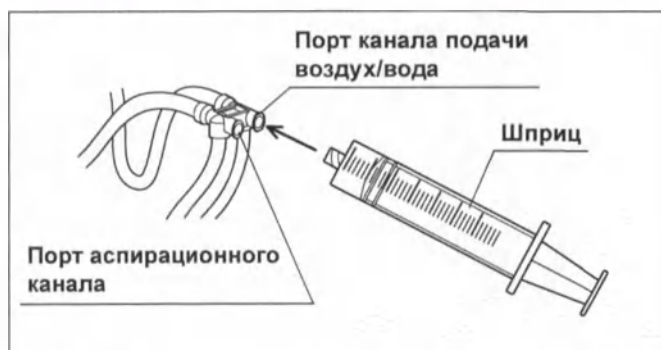

Рисунок 6.32
(см. рис. 6.32)
- 4 Присоедините шприц к порту канала подачи воздух/вода инъекционной трубки. (см. рис. 6.32)